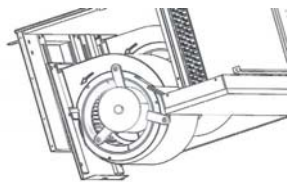

Рис. 7
- 1) Поднимите электродвигатель вентилятора в сборе; подведите кромки электродвигателя вентилятора в сборе к направляющим. В данной операции должны участвовать два человека (Рис. 7).